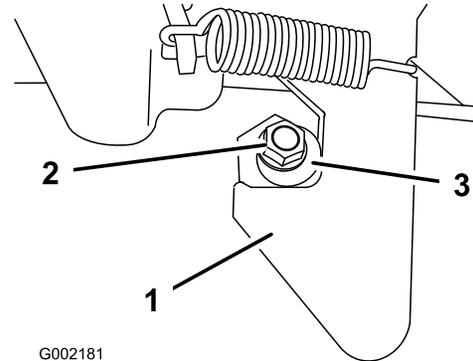

Figure 67
1. Desserrez le contre-écrou au bout de l'ergot de verrouillage (Figure 67).
2. Tournez l'ergot de verrouillage dans le sens horaire jusqu'à ce qu'il soit bien serré contre la partie en crochet du verrou (Figure 67).